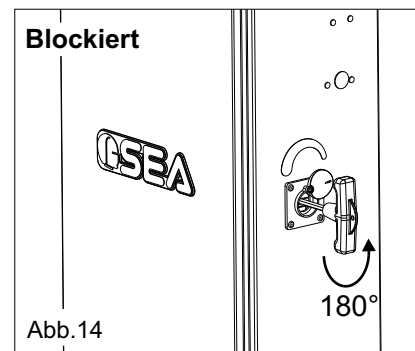

Abb. 14
- Den T-Schlüssel gegen den Uhrzeigersinn drehen (Abb. 14).